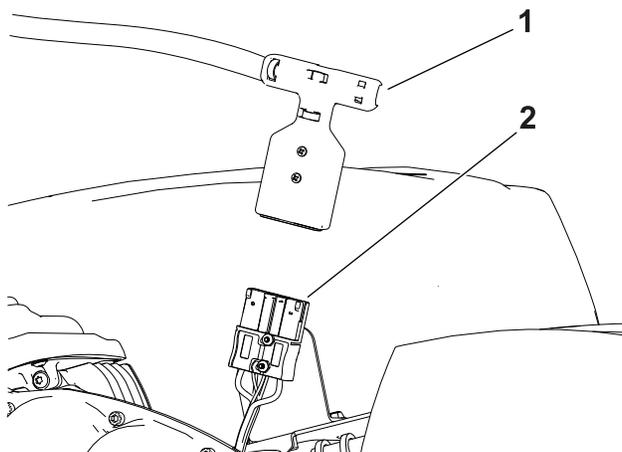

Figure 21
4. Débranchez le connecteur à poignée en T du faisceau de câblage principal au connecteur d'alimentation principale sur le socle de la batterie (Figure 21).